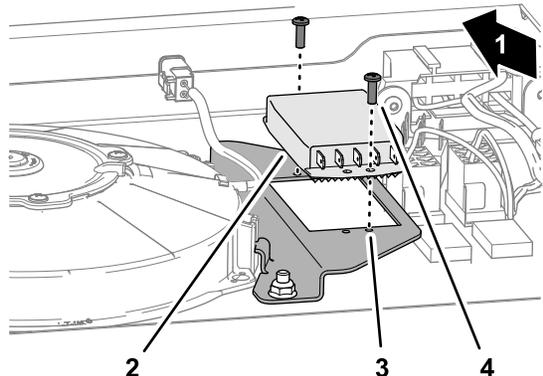

図 6
1. ファン速度コントローラを、長い方のファン取り付けブラケットのフランジに合わせる。電気の端子が車両の後方を向くようにすること 図 6。
2. ファン速度コントローラを、長い方のファン取り付けブラケットのフランジに固定する 図 6 タップねじ #8 x 3/8" 2 本を使用する。